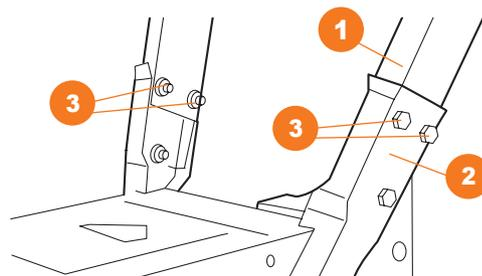

Рис. 27
- Совместите нижнюю часть **1** рукоятки панели оператора с корпусом снегоуборщика **2** и закрепите болтами и гайками **3** с каждой стороны (Рис. 27).